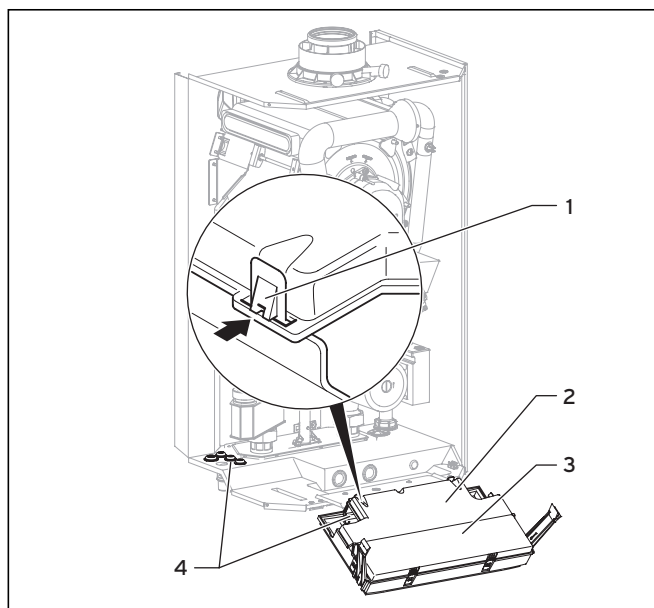

Fig. 5.11 Abrir la tapa trasera de la caja electrónica
- Retire la tapa frontal de la caldera (véase cap. 4.8) y abata hacia delante la caja electrónica (3) (véase fig. 5.11).
- Desenganche la tapa trasera (2) de la caja electrónica en las zonas (1) y abata la tapa hacia arriba (véase fig. 5.11).
- Pase las líneas de conexión de los correspondientes componentes a conectar a través de las guías de cables (4) en la parte inferior izquierda del aparato (véase fig. 5.11).